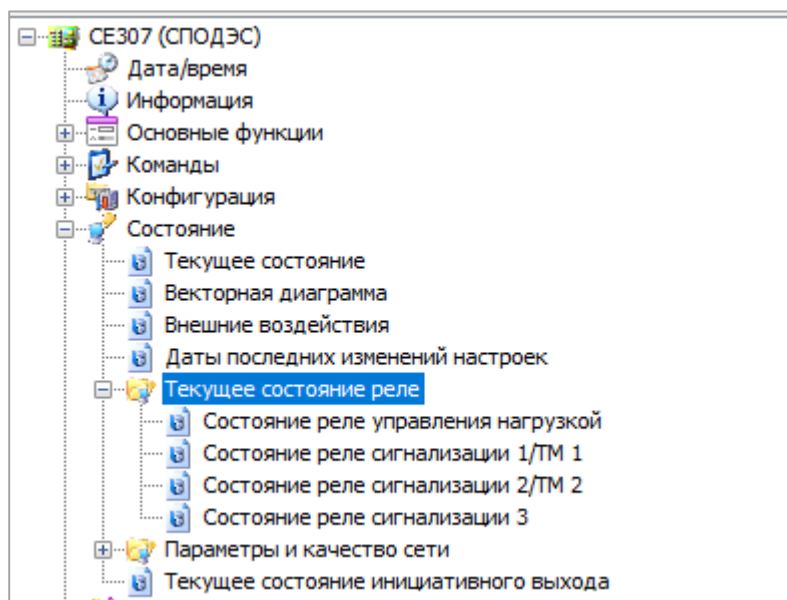

Рисунок 81 – Вкладка «Состояние → Текущее состояние реле»
6.8.6.1 Для всех реле предусмотрен параметр «Текущее состояние реле», доступный для чтения по интерфейсу в ТПО *AdminTools* в разделе «Состояние → Текущее состояние реле», (см. рисунок 81) и отображаемый в специальном окне на ЖКИ (см. п. 6.8.10).